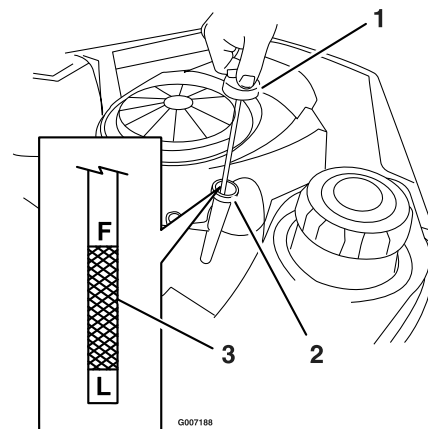
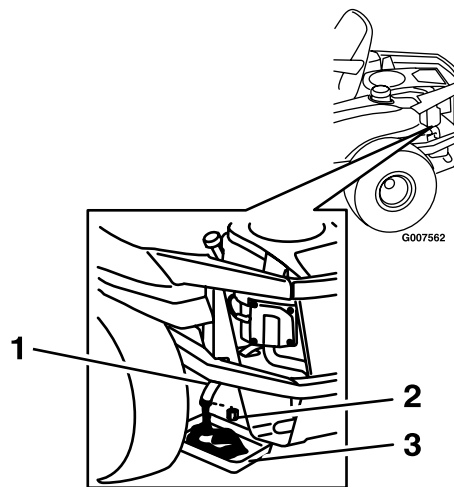

Bild 31
Bild 33
4. Ziehen Sie den Fülldeckel bzw. den Peilstab heraus und wischen Sie das Öl ab. Setzen Sie den Peilstab wieder ein und drücken Sie ihn richtig rein (Bild 31).
- Reinigen Sie den Bereich um die Ablassschraube am Maschinenrahmen. Stellen Sie eine Wanne direkt unter das Ablassloch im Rahmen unter die Maschine, wie in Bild 33 dargestellt.
- Nehmen Sie die Ablassschraube ab (Bild 33). Nehmen Sie den Öleinfüllstutzendeckel/Peilstab ab (Bild 31).
9. Drehen Sie, wenn das Öl vollständig abgelaufen ist, die Ablassschraube wieder auf. Ziehen Sie die Schraube mit 14 Nm an. Wischen Sie überschüssiges Öl vom Rahmen (Bild 33).
11. Drehen Sie den Ersatzölfilter auf das Befestigungspolster auf. Drehen Sie den Ölfilter nach rechts, bis die Gummidichtung den Anbaustutzen berührt. Ziehen Sie ihn dann um eine weitere 1/2 bis 3/4 Umdrehung fest (Bild 33).
14. Prüfen Sie den Ölstand (Bild 31); siehe „Prüfen des Ölstands“.